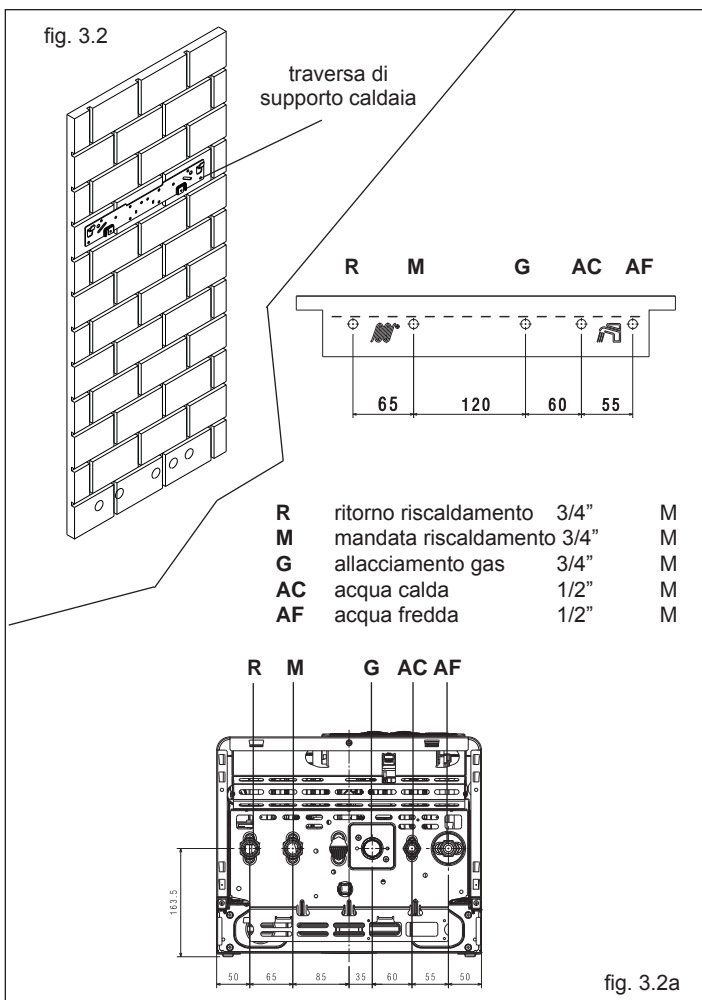

fig. 3.2
- tracciare i fori superiori per il fissaggio della traversa in metallo (fig. 3.2)